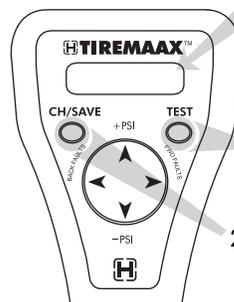

Figura 11. Verificando la respuesta de la válvula solenoide de entrada
- Para verificar la respuesta de la válvula solenoide de entrada, presione el botón TEST (figura 11). El enfoque de diagnóstico cambia de la lámpara de advertencia a la válvula solenoide de entrada.
Presione el botón CH/SAVE (change/save) para cambiar la válvula solenoide de entrada de apagada a encendida (figura 11). Presione el botón CH/SAVE nuevamente para cambiar la válvula de encendida a apagada (figura 11).